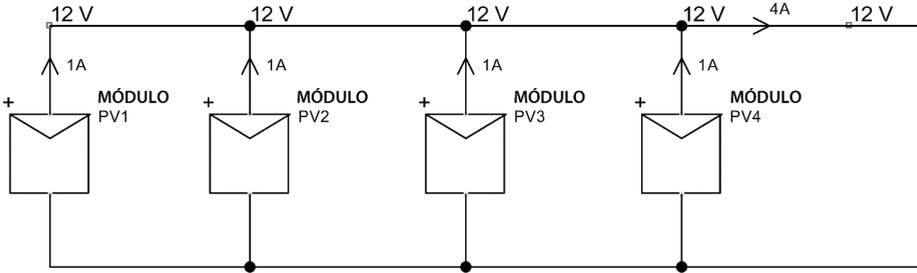

Figura 1.8. Conexión en paralelo de módulos fotovoltaicos
- **Conexión en paralelo:** se conectan todos los polos positivos y, por separado, todos los polos negativos. Con ello se consigue aumentar la corriente generada y mantener un mismo valor de tensión. La corriente generada es igual a la suma de todas las corrientes generadas por cada módulo o, lo que es lo mismo, al producto de la corriente generada por un módulo por el número de módulos (se supone que tienen las mismas características). Se muestra un ejemplo en la figura 1.8, con cuatro módulos fotovoltaicos de 12 voltios y 1 amperio